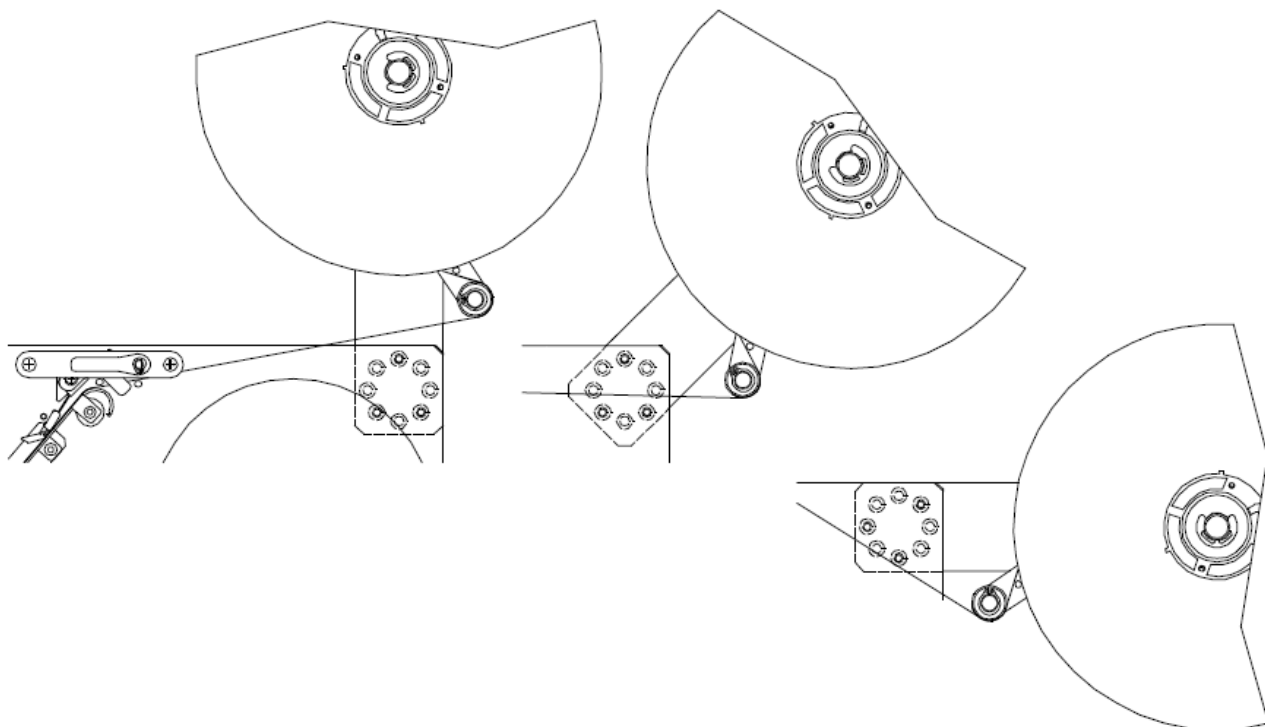

FIGURA 6
* **Assemblare** il supporto magazzino etichette e le flange come rappresentato nella figura 6, utilizzando le viti e i distanziali in dotazione.